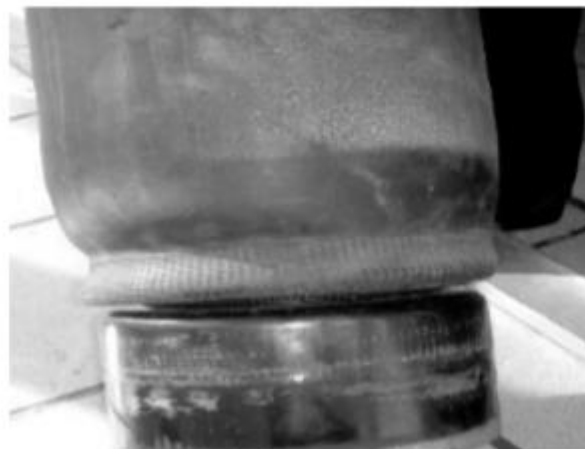

图 13
4.4.2 将气囊升到高位置，气囊下座完全露出，检查气囊下座上有无异物，保持清洁光滑。（图 13）气囊、螺栓头和螺母周围有脏物、锈皮、或金属磨损物时需取出。